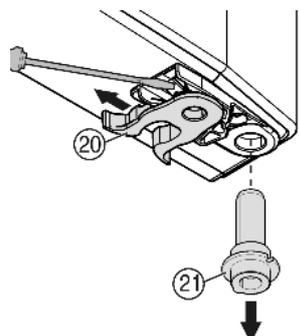

Fig. 8
- ▶ Spostare il morsetto a molla Fig. 8 (20): Premere verso il basso il dentino antisfilamento, estrarre il morsetto a molla tirando verso l'alto.
- ▶ Estrarre il perno di supporto Fig. 8 (21) dalla boccia porta e inserire con il disco nella parte opposta. Il dentino antisfilamento deve essere rivolto verso il lato interno della porta, la tacca verso il lato esterno.
- ▶ Orientare la porta in basso verso l'interno e inserire il perno di supporto Fig. 8 (21) nel blocco di supporto. Eventualmente ruotare il perno di supporto, in modo che possa innestarsi in posizione.